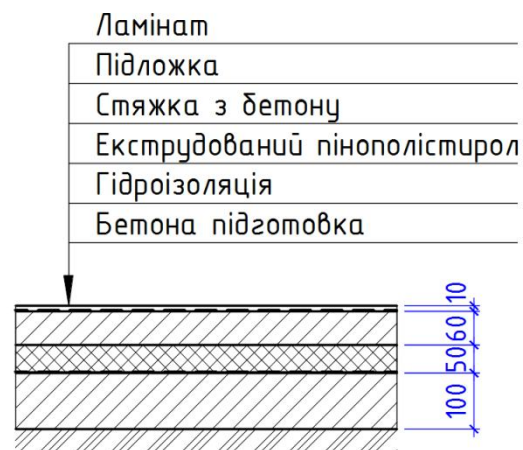

Рис. 3 Конструкція підлоги по ґрунту
5. Виконати розрахунок коефіцієнта теплопередачі підлоги по ґрунту (при відсутності підвалу) при її площі – 240 м²; периметр підлоги – 64 м; загальна товщина зовнішніх стін - 0,56 м; ґрунт – пісок. Конструкція підлоги по ґрунту наведена на рис. 3. Розрахункова схема зображена на рисунку 4.